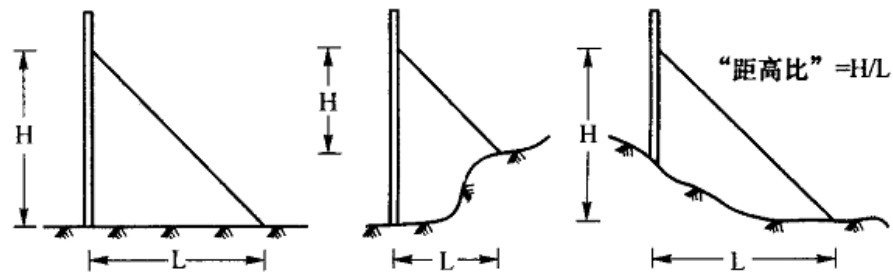

图 5.4.2 拉线的距高比
5.4.2 拉线的距高比通常取 1：1，误差为±1/4。见图 5.4.2。